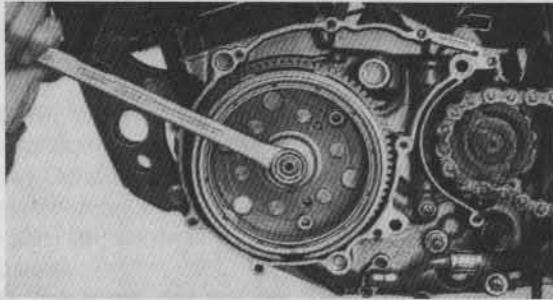
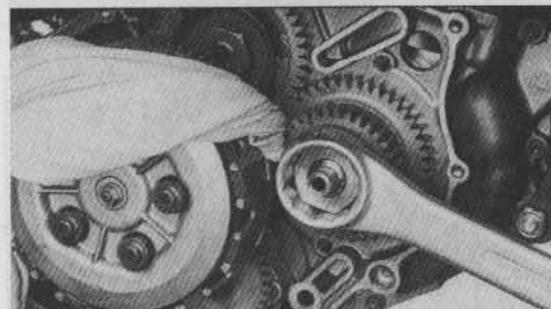

Bild 83
Bild 95
- Mit Schwungradhalter Rotor blockieren und Schwungradschraube SW 19 ausdrehen (Bild 83). Steht dieses feine Werkzeug nicht zur Verfügung, siehe Bild 95, Seite 39, Stichwort «Putzlappenblockierung». Oder man versucht sich mit blockierter Bremse bei eingelegtem Gang.
- Schraube SW 36 auf Kurbelwelle lösen. Dabei Kurbelwelle mit fusselfreien verdrillten Putzlappen blockieren (Bild 95). Dieser Arbeitsgang entfällt natürlich, wenn es nur darum geht, etwa Kupplungsbeläge zu erneuern!